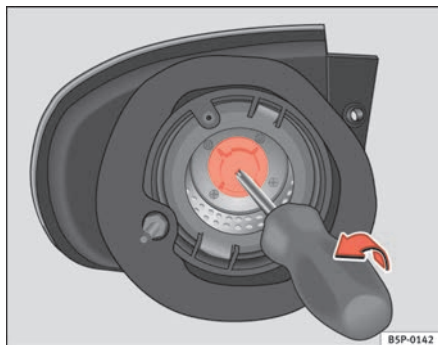

Abb. 188 Blinklicht
- Nehmen Sie die Fassung des Blinkers mit einem Schraubendreher in Pfeilrichtung heraus ⇒ Abb. 188.